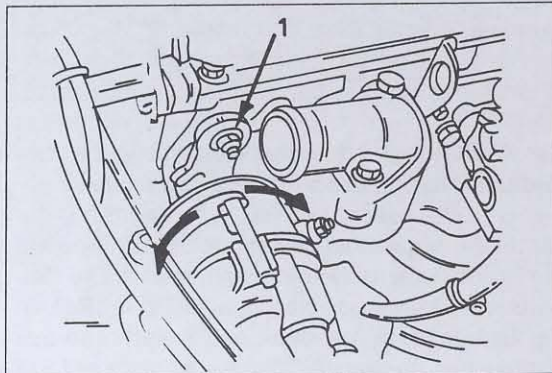

Bild 190
- Bei im Leerlauf laufendem Motor kontrollieren, ob die Kerbe in der Riemenscheibe mit der entsprechenden Gradeinteilung im Zündstellblech übereinstimmt. Hier wird auf den Unterschied beim 2,0 Liter-Motor hingewiesen. Bei einem "G63B"-Motor beträgt der Zündzeitpunkt 8° vor OT, bei einem "4G63"-Motor 5° vor OT. Der gleiche Wert gilt beim 1,6 Liter-Motor. Falls Einstellungen erforderlich sind, die Mutter des Zündverteilers lockern und den Verteiler verdrehen. Wird der Verteiler in Pfeilrichtung von Bild 190 nach links verdreht, wird der Zündzeitpunkt früher gestellt. Ein Drehen nach rechts